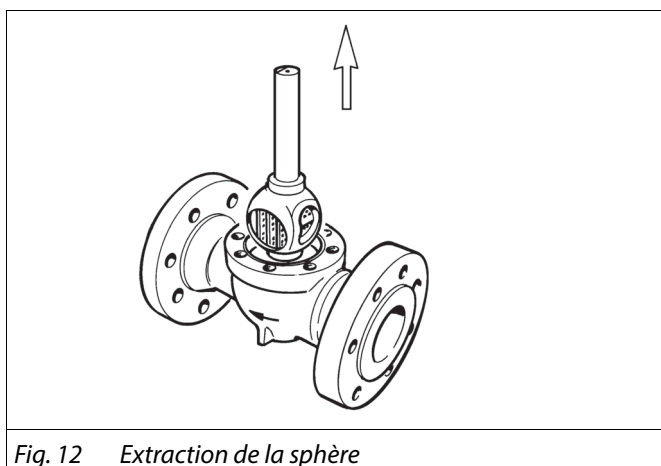

Fig. 12 Extraction de la sphère
- ❑ Lever la sphère. Vérifier que la face pleine de la sphère ne repose pas sur le siège. Cf. Fig. 12.